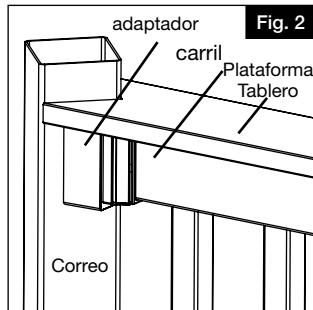

Fig. 2
Coloque el adaptador entre los soportes y los postes. Taladre y utilice los tornillos más largos de 3" suministrados con los adaptadores para conectarlos al poste (Fig. 2).
**NOTA:** Los travesaños superiores Finyl Line están reforzados con un canal de aluminio. Compruebe el interior de su travesaño superior antes de la instalación. Si utiliza una forma que no sea una "H" mayúscula, asegúrese de orientar ese travesaño de manera que la parte larga del aluminio esté orientada hacia el interior de la plataforma (Fig. 2).